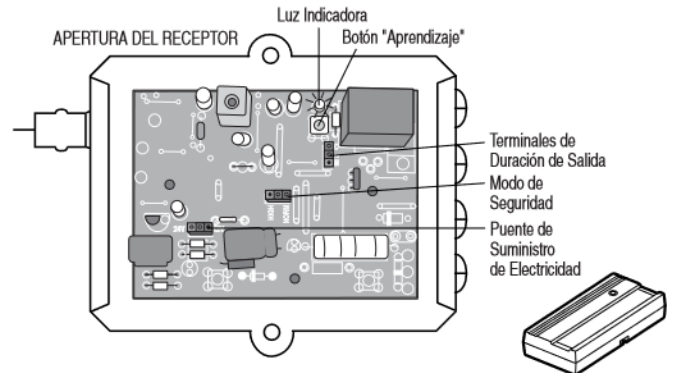

FIGURA 7
2. Oprimir y soltar el botón "Aprendizaje" en el receptor. La luz indicadora learn se ilumina continuamente por 30 segundos. *Figura 7*.